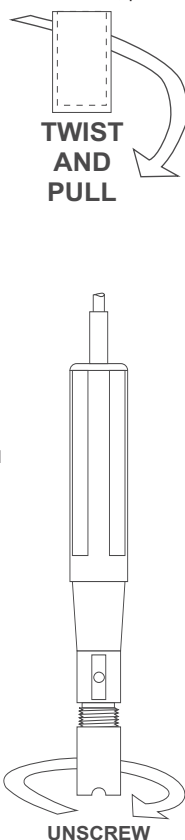

fig. 2
- Solte a membrana, girando-a no sentido contrário aos ponteiros do relógio (ver fig.2).